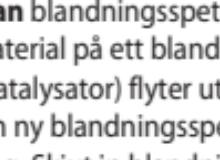

Fig. 2
- Lyft locket och sätt in sprutan med "V" formen på sprutans bas vänd nedåt. Fäll ned locket. (Fig 2).